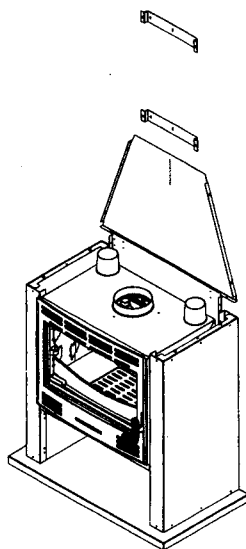

Fig. 5
- 2) Placer l'appareil en le centrant sur les supports (Fig. 5).